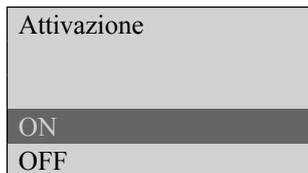

fig. 23 - Attivazione KlimaWorks
- Con i tasti **4** o **6** selezionare la scritta "**Attivazione**" (fig. 23);